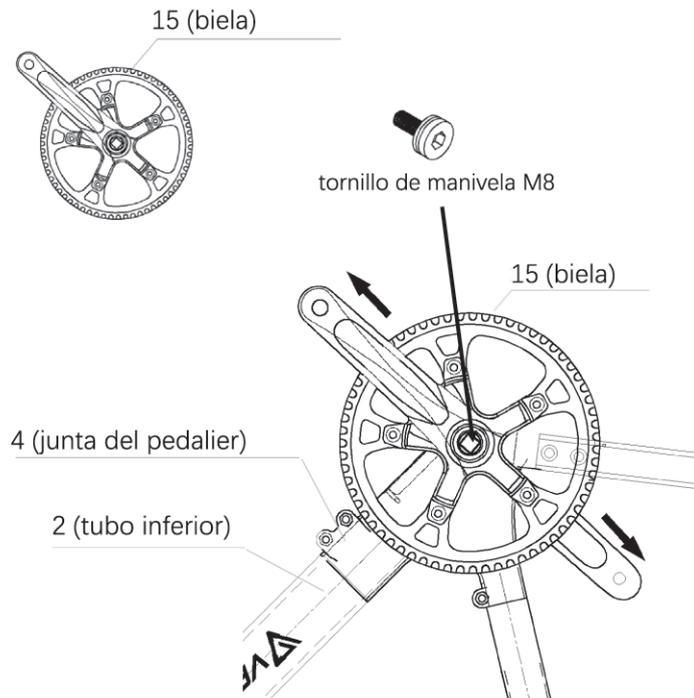

Figura 26: Montaje del plato
- b. Asegúrese de que la manivela de la pieza 15 y la manivela preinstalada en la pieza 4 estén colocadas a 180°, y luego instale la pieza 15 en la pieza 4, como se muestra en la Figura 26.